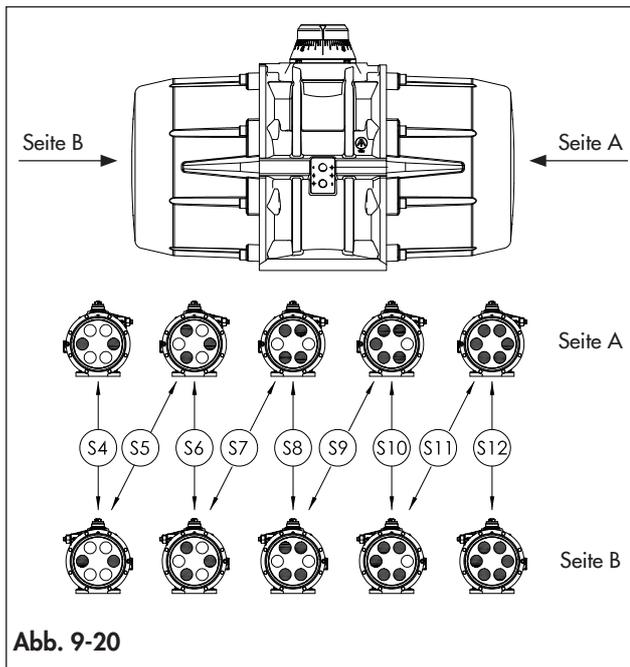

Abb. 9-20
- Legen Sie bei einem Stellantrieb mit Federrücklauf die richtige Anzahl von Druckfederpatronen in die richtige Position, wie in Abb. 9-20 je nach Antriebskonfiguration angegeben.